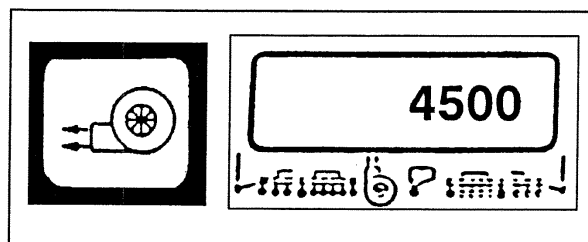

fig.6
4.2.6 De programmering van de toerentalbewaker (fig.6)